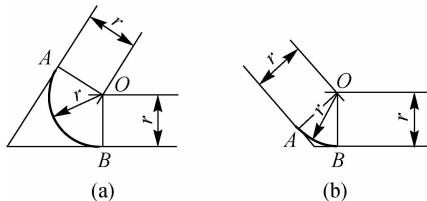

图 1-19 圆弧与两相交直线相切划法
- (1) 圆弧与两相交直线相切划法。如图 1-19 所示,先划出两已知相交直线,再以相切圆半径 r 为距离作两条平行于已知相交直线的线条,其交点 O 就是相切圆弧的圆心, O 点与已知相交直线的垂足 A 、 B 即为连接切点。